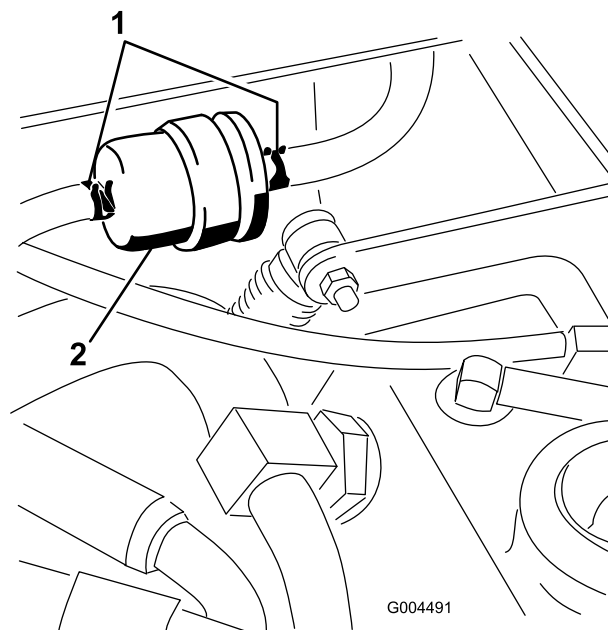

図 46
燃料タンクと燃料ポンプの間に燃料プレフィルタ (図 46) があります。このフィルタは400運転時間または1年間のうち早く到達した時期に交換します。
1. フィルタを外した時に燃料がもれないように、フィルタ前後のホースにクランプを掛ける (図 46)。